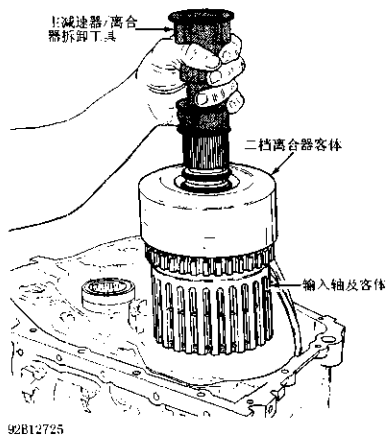

图 2-13 拆卸输入离合器和二档离合器壳体
1) 使用主减速器/离合器总成拆卸器/安装器（J-33381），作为一个总成拆下二档离合器和输入离合器壳体（图2-13）。如果倒档制动带没与二档离合器壳体同时拆下来，拆下倒档制动带。